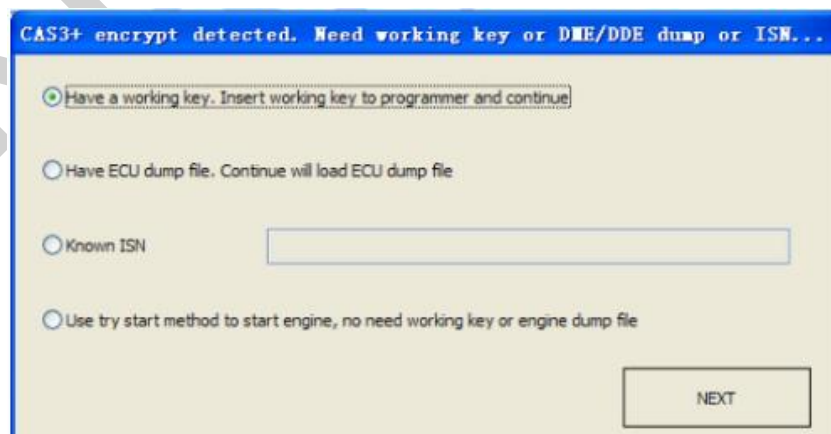

IMAGEN 6.2
- Bajo la función para hacer una llave dealer para el CAS3+ versión encriptada obtendrá una ventana como la de la **(IMAGEN 6.2)**:
- Menu -> File Make Key -> CAS3+ (0L15Y), cargue el archivo dump de la EEPROM (archivo BIN). **(IMAGEN 6.7)** si en “Key ID” se muestra “FFFFFFFF” significa que esta posición no está en uso, si se muestran otros valores significa que en esta posición ya hay una llave. El equipo VVDI2-BMW puede auto detectar si el CAS3+ es encriptado o no. **Si no es la versión encriptada, puede seguir la sección 6.2 para preparar la llave dealer.** Si se detecta que es versión encriptada, obtendrá una imagen como la de la **(IMAGEN 6.2)**, para hacer la llave dealer, siga el siguiente método.
- **Agregar una llave (duplicado):** Seleccione la posición de la llave, ingrese un HITAG2 en blanco al programador VVDI2, presione el botón “Make Dealer Key” (cuando obtenga la ventana como la de la **(IMAGEN 6.2)**, seleccione “Have a working key”). Después de terminar se guardara un nuevo archivo dump. **Sobre la escritura de un dump nuevo, puede encontrar información en la sección 6.1. Sobre la escritura de un dump nuevo después de hacer una llave para CAS1/CAS2/CAS3/CAS3+.**
- **Seleccione una posición en blanco para la llave, presione el botón “Make Dealer Key”, obtendrá una ventana como la de la \(IMAGEN 6.2\).**
- De cualquier manera, la mayoría de las veces no se tiene el dump de la EEPROM de la ECU y no se conoce el ISN. Afortunadamente, contamos con el método “Try Start”, este método no requiere del OBD, solo se necesita el archivo dump de la EEPROM del CAS. Seleccione “Try Start Method” en \(IMAGEN 6.2\) y luego NEXT.